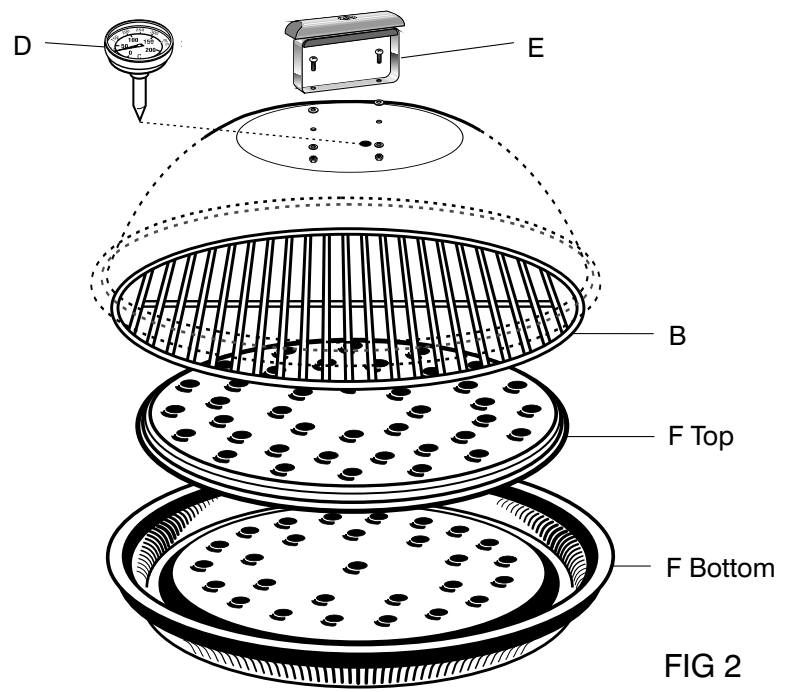

FIG 2
- Het handvat van de Koepel (E) wordt met de bevestigingen die daarvoor geleverd zijn. De afsluitingsringen (vezel) moeten tussen het handvat en de koepel geplaatst worden. Maak de moeren stevig vast, met de afsluitingsringen tussen de moeren en de Koepel, aan de binnenzijde van de Koepel. Zie Fig. 2.
- Monteer de thermostaat (D) aan de Koepel zoals in Fig. 2.